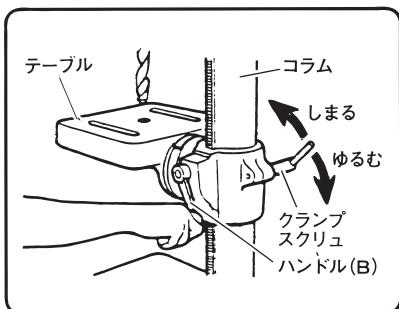

図 7
(1) 一日の作業が終りましたら、きれいに掃除し、次の個所に注油してください。
- テーブル上下用ハンドル(B)回転部（図7参照）
(2) スピンドルのスライン摺動部の油が切れると、騒音が発生します。このような場合は、ブーリ上部より、スピンドルとブーリの嵌合部（図の注油部）に潤滑グリースを注油してください。